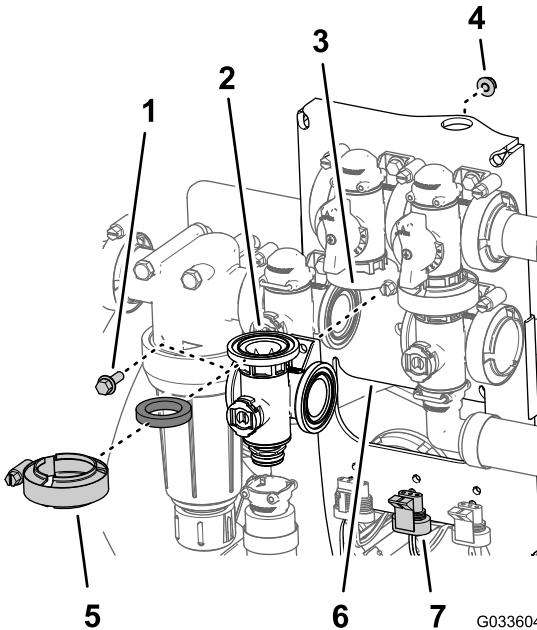

Bild 127
1. Fluchten Sie den Flansch des Rührwerkventilverteilers, eine Dichtung und den Flansch des Rührwerk-Sicherheitsventils aus (**Bild 127**).
9. Befestigen Sie das Rührwerkventil mit der Bundkopfschraube und der Sicherungsbundmutter (Bild 127), die Sie in Schritt 3 von Entfernen des Rührwerkverteilerventils \(Seite 83\) entfernt haben, an der Ventilhalterung und ziehen Sie